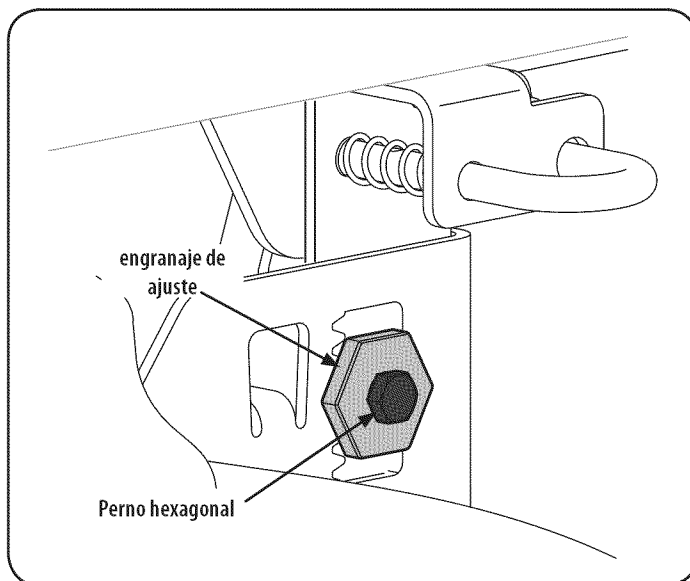

Figura 27
6. Afloje, pero NO extraiga, el perno hexagonal en el enlace de suspensión izquierda de la plataforma trasera. Ver Figura 27.
- Usando una llave, levante o baje el lado izquierdo de la plataforma girando el engranaje de ajuste. Ver Figura 27.